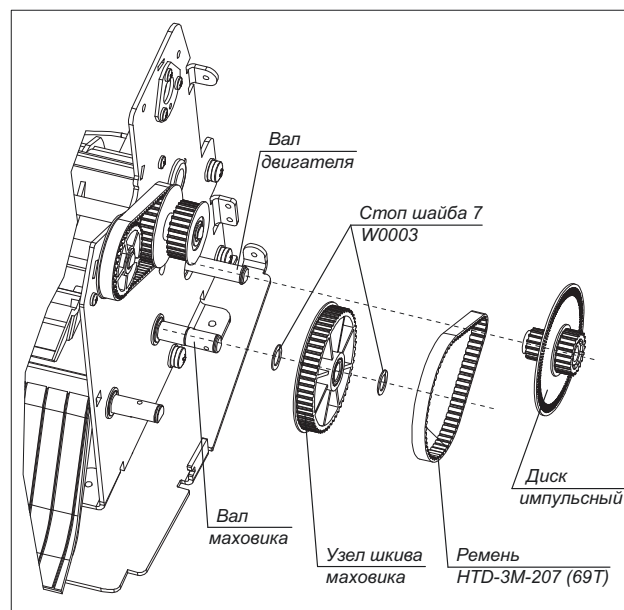

Рис. 25
4. Снимите диск импульсный с вала двигателя (рис.25).
5. Снимите ремень HTD-3М-207 (69Т) (рис. 25).
6. Извлеките стоп шайбу 7 W0003 из кольцевой проточки вала маховика (рис. 25).
7. Снимите узел шкива маховика (рис.25).
8. Извлеките вторую стоп шайбу 7 W0003 из кольцевой проточки вала маховика (рис. 25).